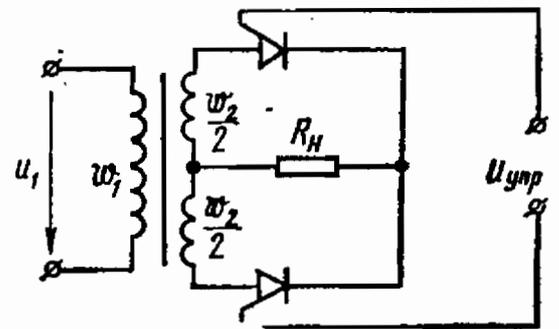

Рис. 13.4
13.4. В двухполупериодном регулируемом выпрямителе на тиристорах КУ101Е (рис. 13.4) необходимо получить выпрямленное напряжение $U_{ср} = 71,5$ В.